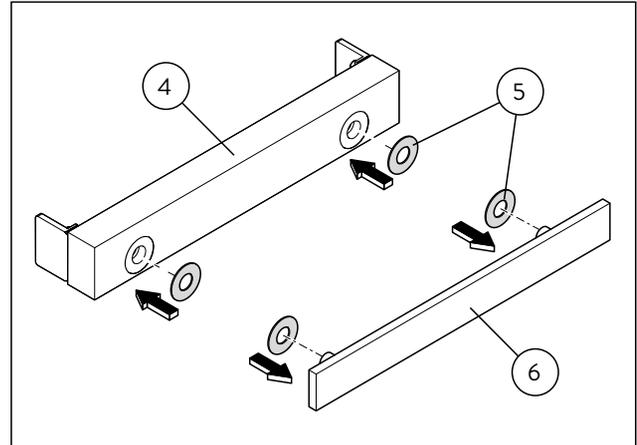

Abb. 10 Die Zwischenlagen als Glasschutz anbringen
- Die Zwischenlagen als Glasschutz an der Anschraubplatte und an der Gegenplatte anbringen (Abb. 10).